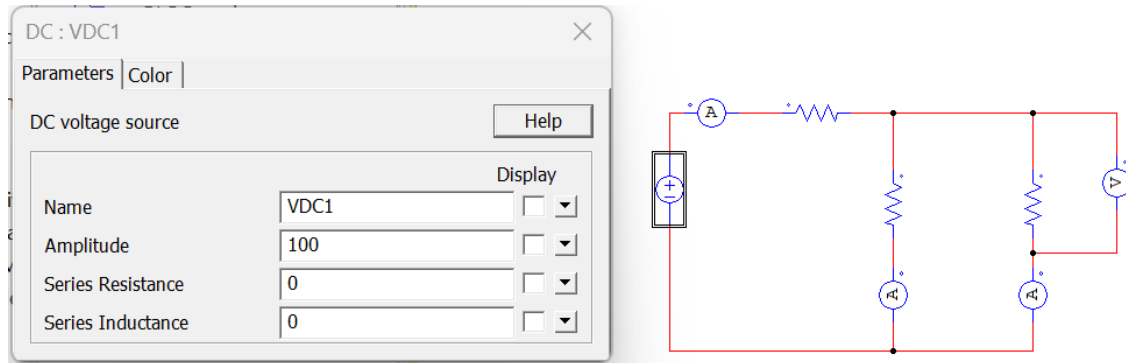

Figura 11 – Configuração da fonte de tensão
8) Ao clicar duas vezes em cada componente, é aberta uma janela (ver Figura 11) onde podemos alterar as configurações do componente. Na Figura 11, no campo “Amplitude” podemos colocar outro valor de tensão. No presente caso, temos uma amplitude de 100V.